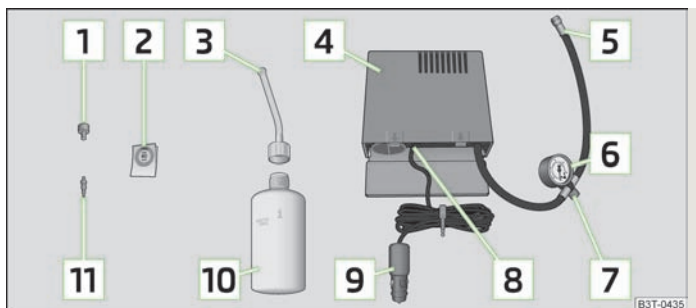

Fig. 180 Composants du kit de dépannage
- Collez l'autocollant » fig. 180 sur le tableau de bord dans le champ de vision du conducteur.
- Secouez énergiquement le flacon de produit de colmatage des pneus » fig. 180 pendant quelques secondes.
- Vissez fermement le flexible de gonflage des pneus **5** » fig. 180 du gonfleur sur la valve du pneu.